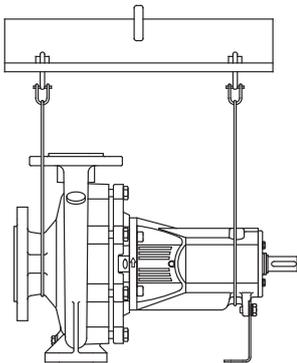
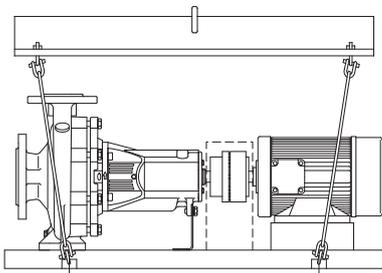

Fig. 1: Transport der Pumpe
Fig. 2: Transport des kompletten Aggregates
- Um Deformationen zu vermeiden, die Pumpe entsprechend (Fig. 1) bzw. (Fig. 2) anheben. Die auf der Pumpe oder dem Motor angebrachten Aufhängeösen dürfen nicht dazu benutzt werden, das ganze Aggregat zu heben. Sie sind nur zum Transport der Einzelkomponenten bei der Montage oder Demontage bestimmt.